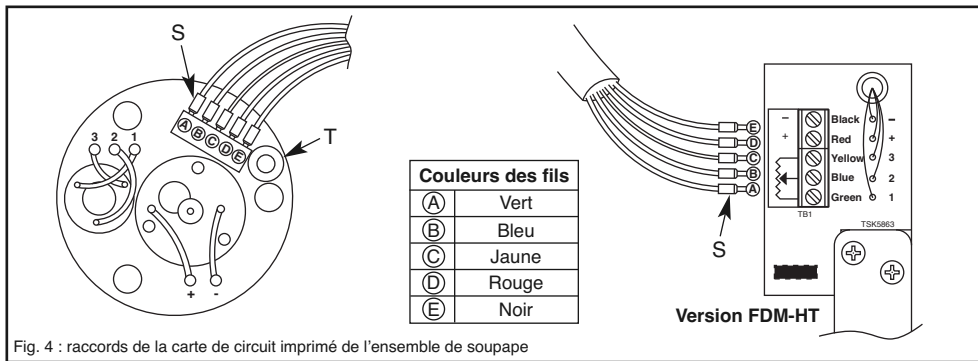

Fig. 4 : raccords de la carte de circuit imprimé de l'ensemble de soupape
- Faites passer les cinq fils à travers le passe-câbles (article T, fig. 4. PAS sur la version FDM-HT) et raccordez les embouts de lacet (S) au bloc des bornes, comme dans le tableau de la fig. 4.